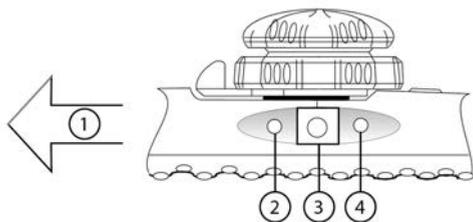

Figure 7 Commandes de rotation du plan de balayage
La rotation du plan de balayage est pilotée par un moteur placé dans la poignée de l'endoscope et contrôlée par des boutons situés sur la poignée (voir la Figure 7).
Appuyer sur le bouton du bi-plan (bouton central) sur la poignée de l'endoscope. Voir la **Figure 7** à la page 15.
- 3 Appuyer sur les boutons de commande du plan de balayage pour faire pivoter celui-ci dans le sens antihoraire (de 0° à 180°) ou dans le sens horaire (de 180° à 0°). Voir la **Figure 7** à la page 15.